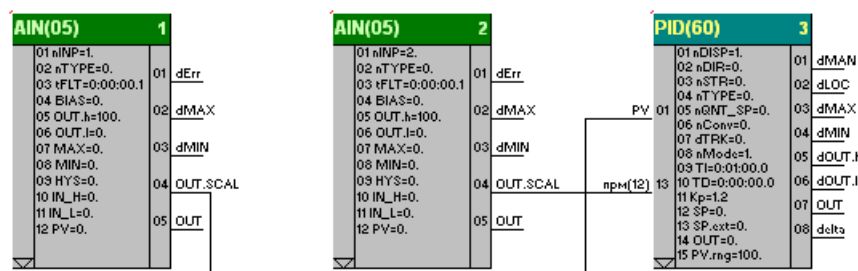

Рисунок 2.7 – Связные параметры
3) Выходной сигнал функционального блока многовходового И 5-MULTI\_AND(20)-03 подается на 1-й дискретный выход контроллера, для чего на вход 01 блока дискретного выхода 9-DOT(09) подключен 01 выход блока многовходового И 5-MULTI\_AND(20)-03. Сигнал на входе 01 функционального блока дискретного выхода 9-DOT(09) инвертируется.
4) На рис.2.7 показана инверсия входов следующих функциональных блоков: